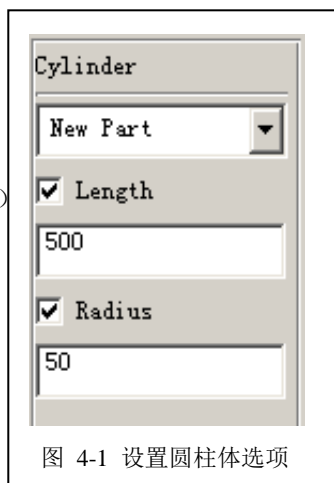

图 4-1 设置圆柱体选项
4.1 在 ADAMS/View 零件库中选择圆柱体(Cylinder)图标 , 参数选择为“New Part”, 长度 (Length) 选择 500mm, 半径 (Radius) 选择 50mm(这里蜗杆的长度的选择没有严格要求,大小合理就可以,半径的大小应该为蜗轮长度的一半,即 50mm)。如图 4-1 所示。